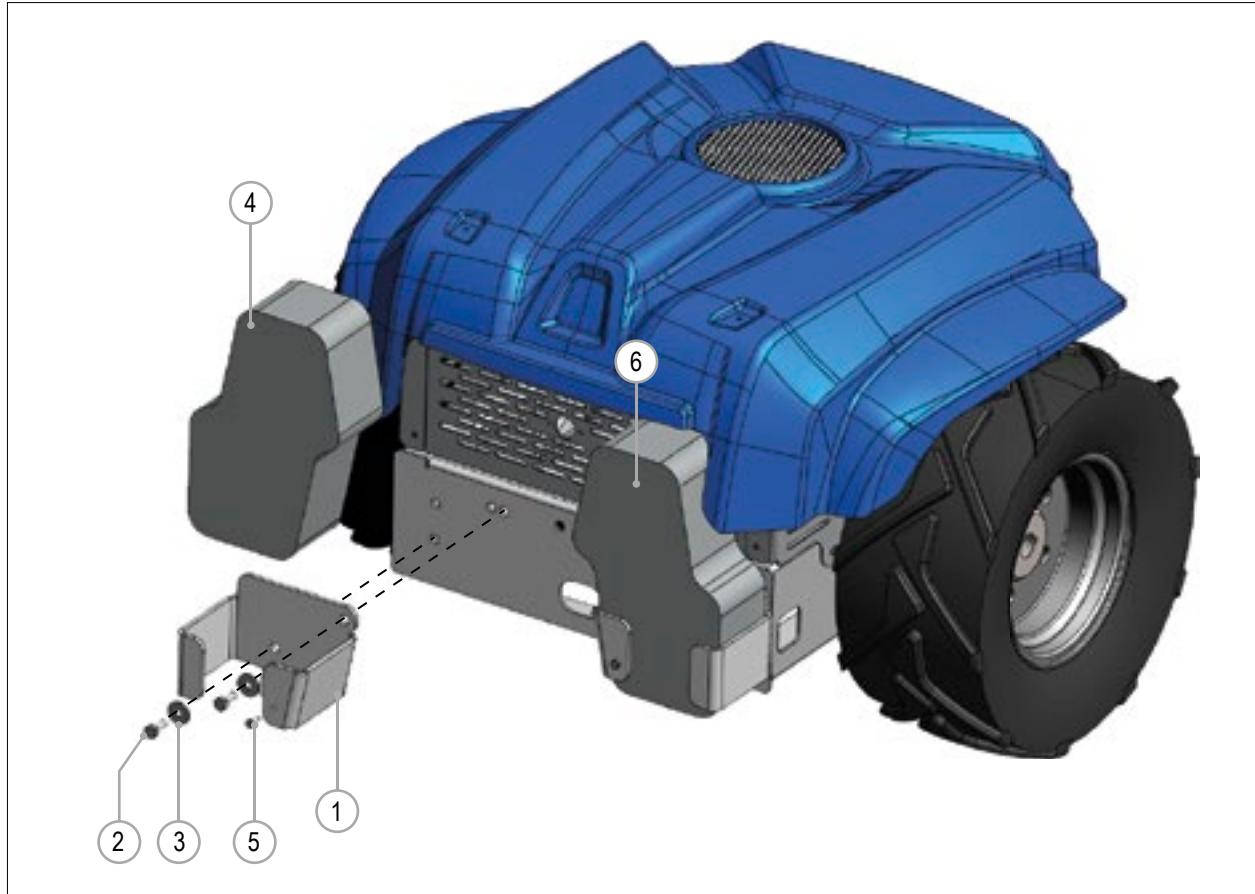

РИС. 43
- 2) Прикрепите кронштейн для противовесов (**РИС. 43 - Сс. 1**) к бамперу с помощью болтов и шайб (**РИС. 43 - Сс. 2 и Сс. 3**).
- 3) Используя подъемное устройство, установите один из противовесов (**РИС. 43 - Сс. 4**) на кронштейн.
- 4) Прикрепите противовес болтами (**РИС. 43 - Сс. 5**).
- 5) Повторите для второй части комплекта противовесов(**РИС. 43 - Сс. 6**).